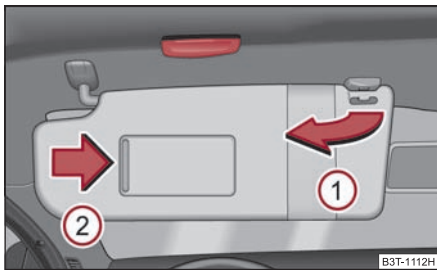

Fig. 70 Parasolarele: Rabatarea
Parasolarul conducătorului și al pasagerului din dreapta pot fi scoase din suporturi și îndreptate către uși ① ⇒ fig. 70.